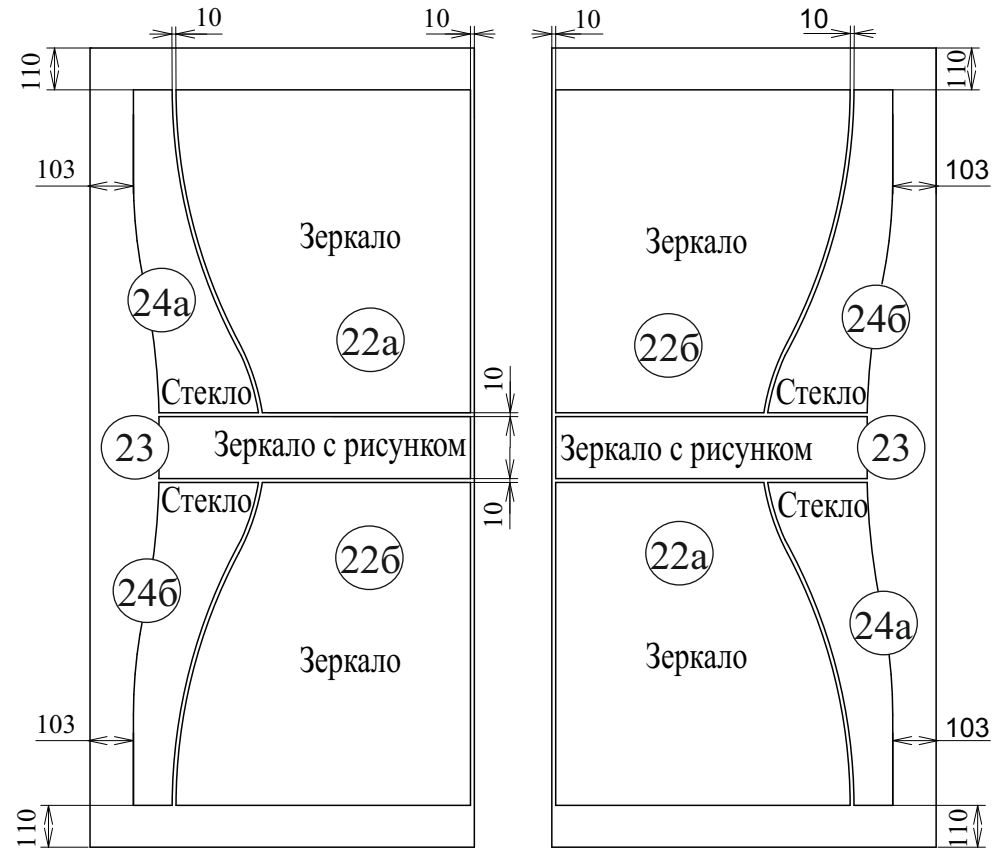

Рис.10
14. Поклейку следует начинать с зеркала 22а(22б), приставив ближний к краю торец зеркала к поверхности двери. Спозиционировать ближний к краю угол так, чтобы зеркало закрывало отметку на поверхности двери (воспользуйтесь шаблоном 17). Затем, зафиксировав рукой торец зеркала на поверхности двери, медленно опускать зеркало до соприкосновения с поверхностью, контролируя, чтобы зеркало опускалось параллельно краю двери. **Внимание!!! Особо следить за ровностью поклейки, т.к. разделение двери и зеркала - очень трудоемкий процесс.** Далее следует приклеивать зеркало с рисунком по той-же технологии, по отметкам, прокладывая шаблон ДВП между зеркалами. Затем второе зеркало 22а(22б) и стекла (рис.10). Подобным же образом приклеить зеркала 23 и стекла 24а(24б) на вторую дверь-купе.